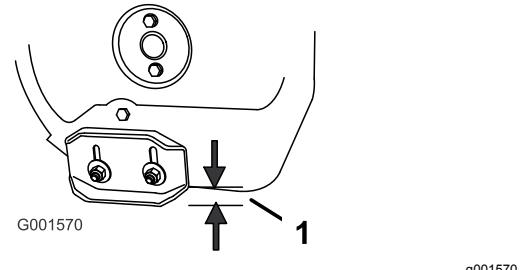

Figura 42
2. Allentate i dadi che fissano entrambe le slitte ai lati della coclea, finché le slitte non scorrono liberamente verso l'alto ed il basso (**Figura 42**).